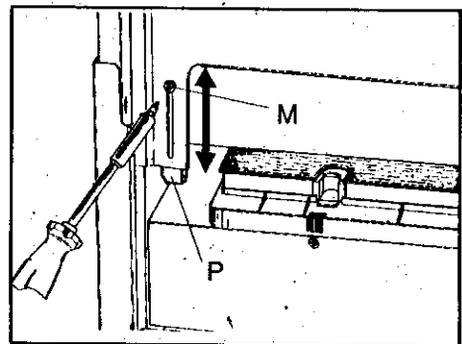

Fig. 5
- dévisser la vis "M", placer l'équerre "P" dans la position voulue et revisser la vis "M" (fig. 5).